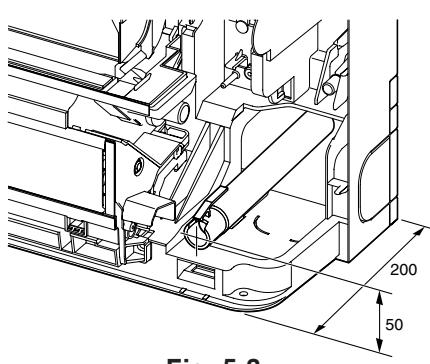

Fig. 5-3
- Για την άδειαση της σωλήνωσης αποστράγγισης, βεβαιωθείτε ότι ο σωλήνας αποστράγγισης είναι τοποθετημένος όπως δείχνει η εικόνα. (Fig. 5-3)